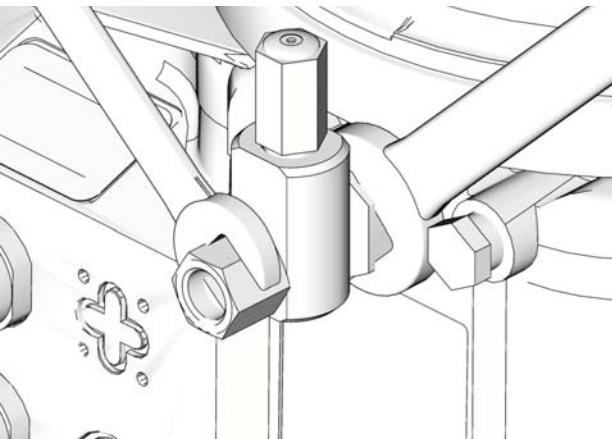

FIG. 5
7. Utilice dos llaves que funcionen en sentidos contrarios para apretar el adaptador. Apriete a 35 ft. lbs (45.7 N•m) (FIG. 5).